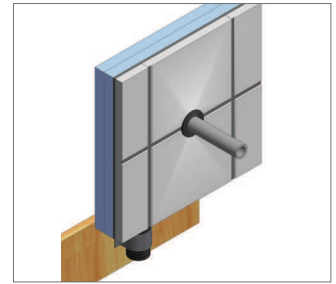

Fig. 5-51
- **Steg 4:** Kapa RAUTTAN flex till den rörlängden som krävs enligt fixturtillverkarens monteringsanvisningar (Fig. 5-51).